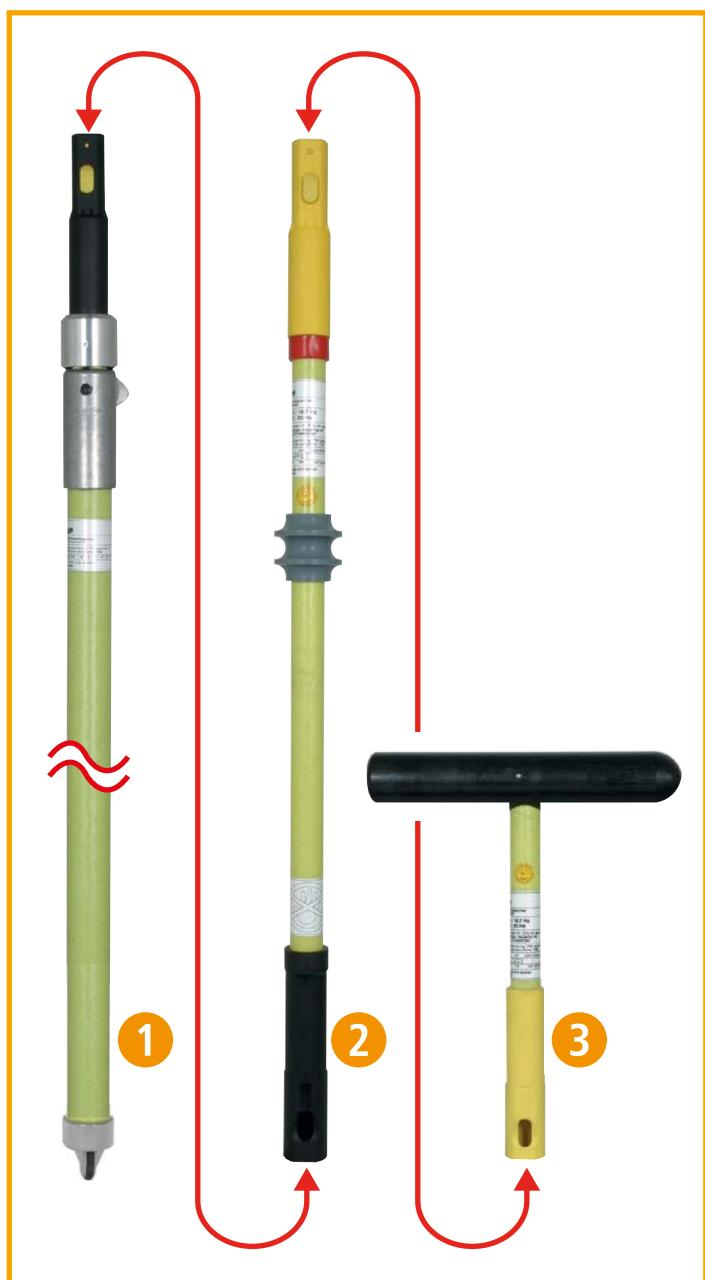

Figura 1 Singole parti
- ⇒ Il fioretto isolante con testa di lavoro può essere impiegato anche in caso di precipitazioni atmosferiche (pioggia, nebbia, ecc.). Il fioretto isolante (vedi pos. 2, pagina 6) e la testa di lavoro (vedi pos. 3, pagina 6) sono stati sottoposti a verifiche secondo la norma DIN VDE 0682-411, par. 7.1.2 per esaminare la corrente di dispersione in caso di pioggia e par. 6.3.1 per esaminare la protezione contro il ponticellamento in caso di pioggia. In caso di precipitazioni, le parti dell'impianto in tensione non devono essere toccate ininterrottamente per oltre 1 minuto.
- ⇒ Prima del montaggio, è necessario controllare il fioretto isolante, la prolunga dell'impugnatura e la testa di lavoro per escludere eventuali danni meccanici (schermature bloccate saldamente, saldo posizionamento dell'anello rosso e dell'anello di marcatura nero, crepe e graffi profondi nella zona del tratto isolante e della prolunga, ...) (vedi figura 1, pagina 6). Non riutilizzare singole parti difettose.